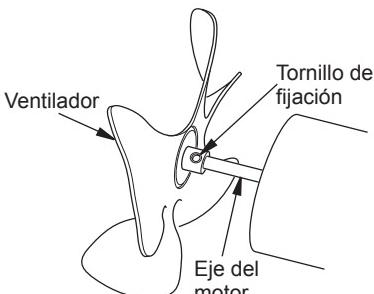

Figura 9 - Identificación del ventilador, eje del motor y tornillo de fijación
11. Use una llave hexagonal de 1/8" para aflojar el tornillo de fijación que sujetá el ventilador al eje del motor (consulte la figura 9, en la página 9).